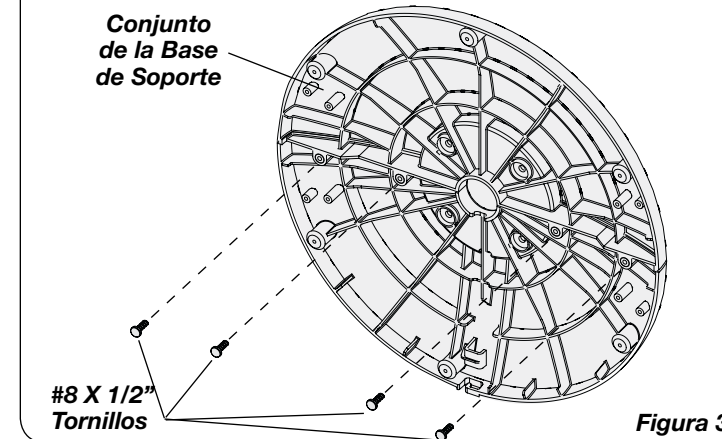

Figura 3
5. Fije los **Tornillos (4) #8 X 1/2" (1,27 cm)** en los cuatro orificios que se encuentran en la parte inferior de la base. (Figura 3)